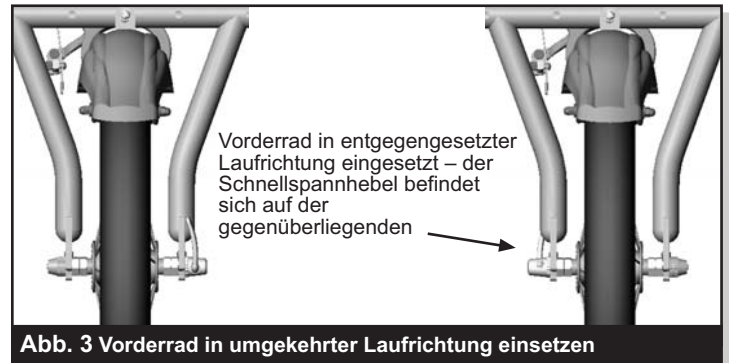

Abb. 3 Vorderrad in umgekehrter Laufrichtung einsetzen
- a. Öffnen Sie die Schnellspanner am Vorderrad und an der Vorderbremse (siehe Schritt 6 im Benutzerhandbuch). Nehmen Sie das Vorderrad heraus und drehen Sie es herum, so dass der Schnellspannhebel auf der gegenüberliegenden Seite liegt (siehe Abb. 3). Setzen Sie das Vorderrad wieder ein und schließen Sie die Schnellspannhebel an Vorderrad und